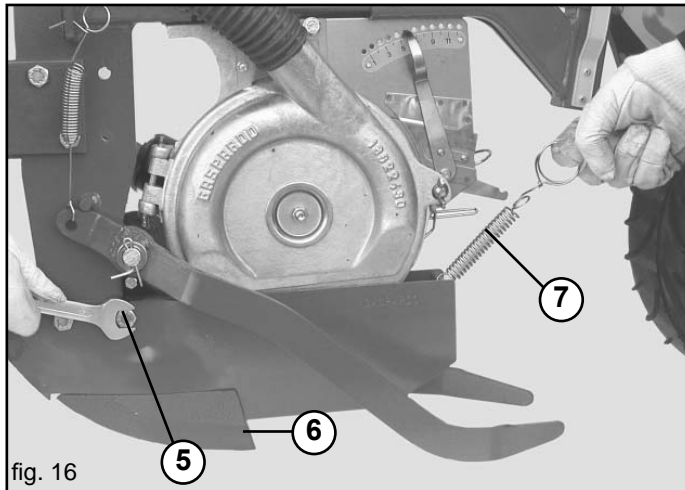

fig. 16
- 2) Se montata, togliere la vite antirimbalo (5, Fig. 16);
- 3) Sganciare l'assolcatore (6, Fig. 16) togliendo la molla (7);